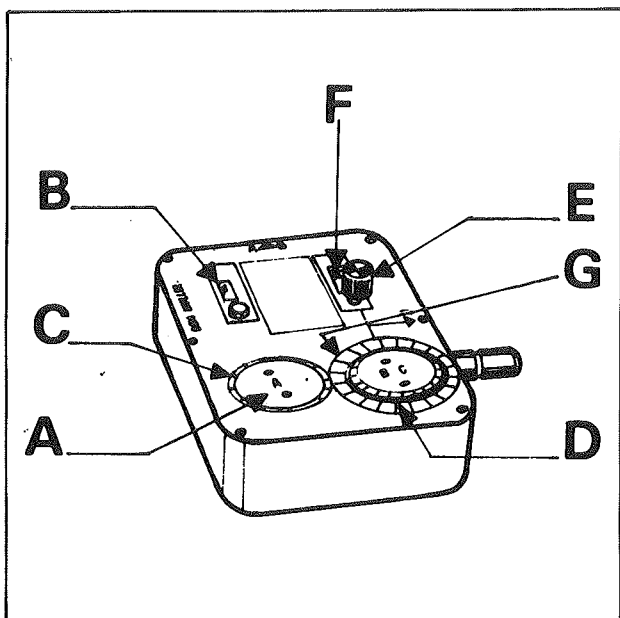
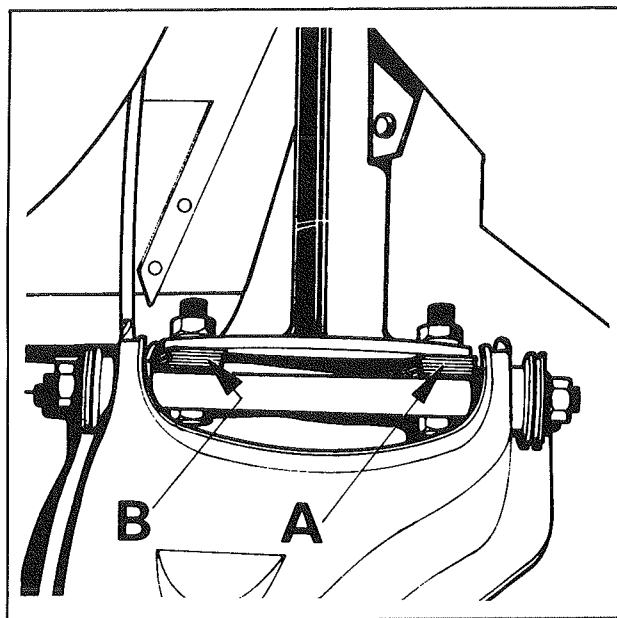
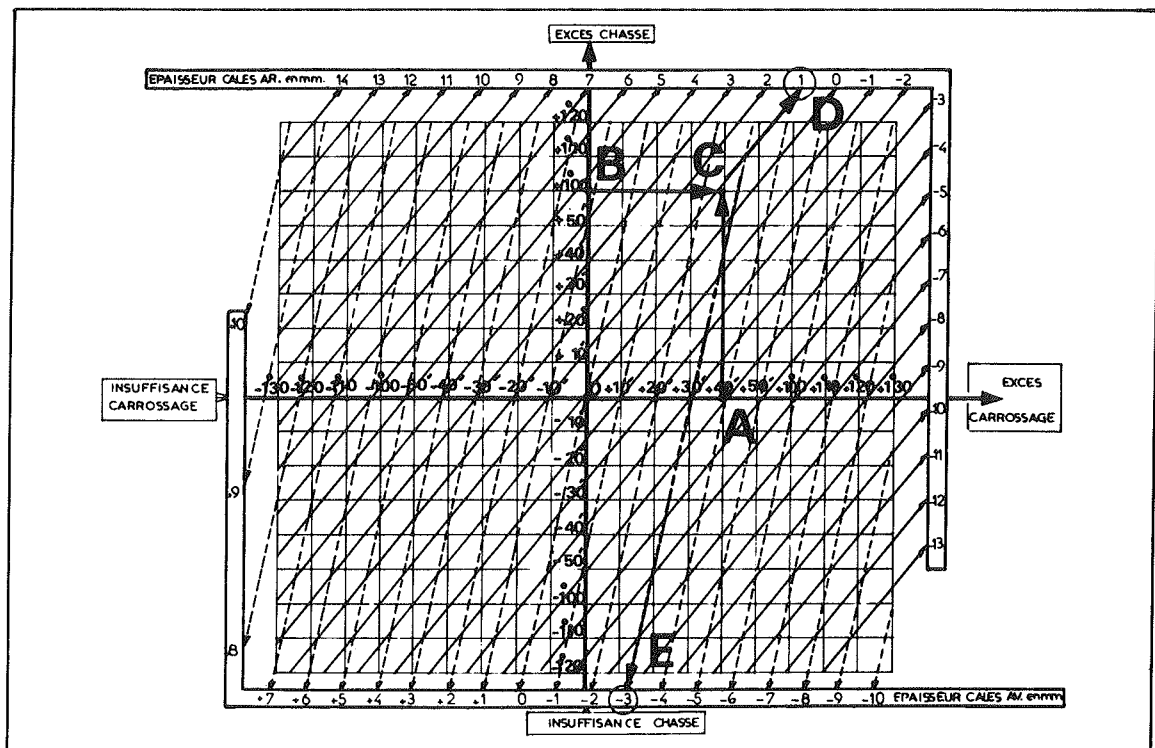

Fig. 4
Fig. 5
Fig. 6
- A l'aide du disque (A) (Fig. 4), amener la bulle à l'intérieur des repères (B)
- Lire en (C) la valeur positive ou négative de l'angle de carrossage
- Mettre l'index du disque (D) au repère 0.
- A l'aide du bouton moleté (E), amener la bulle à l'intérieur des repères (F)
- Tourner le disque (D) de manière à amener la bulle à l'intérieur des repères (F)
- Lire en (G) la valeur de l'angle de chasse
- Cette rectification s'effectue par l'interposition de cale entre, la traverse supérieure de suspension et l'axe des triangles supérieurs (Fig. 5) (A) cales AR - (B) cales AV.
• Utiliser l'abaque (Fig. 6) (page 11 également)
- Porter la valeur représentant l'excédent ou l'insuffisance de carrossage sur la ligne horizontale placée au centre de l'abaque (A)
- Porter la valeur représentant l'excédent ou l'insuffisance de chasse sur la ligne verticale placée au centre de l'abaque (B)
- Partant de ces deux points, porter un point (C)
- La ligne en trait plein la plus proche du point (C) indique à son extrémité l'épaisseur (D) des cales à ajouter ou à supprimer à l'arrière du triangle de suspension (A) (Fig. 5)
- La ligne en trait pointillé la plus proche du point (C) indique à son extrémité l'épaisseur (E) des cales à ajouter ou à supprimer à l'avant du triangle de suspension (B) (Fig. 5)
- Porter l'excès de chasse 1° sur la ligne verticale point (B) (Fig. 6).
- Porter l'excès de carrossage 40' sur la ligne horizontale point (A) (Fig. 6)
- Partant de ces 2 points porter le point (C) (Fig. 6).
- Du point (C) suivre le trait plein le plus proche. Son extrémité indique l'épaisseur des cales à ajouter à l'AR du triangle de suspension soit + 1 mm.
- Du point (C) suivre le trait pointillé le plus proche. Son extrémité indique l'épaisseur des cales à retirer à l'AV du triangle de suspension soit - 3 mm.